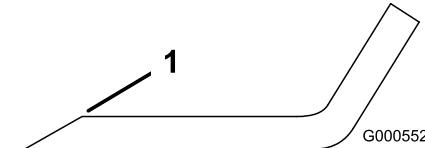

Figura 66
**Nota:** Se la lama non è bilanciata, limate del metallo soltanto dalla costa (Figura 66).